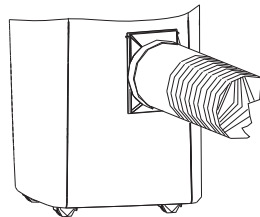

Fig. 9
9. El tubo de salida de aire y sus accesorios quedan montados tal y como se muestra en la fig. 9.